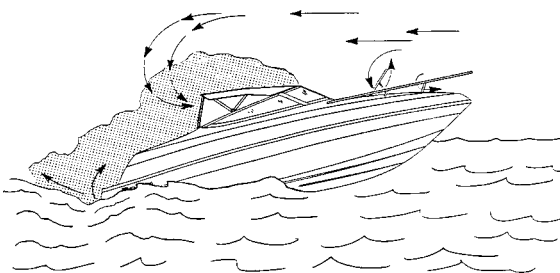

Figure B10: Inefficient trim angles.
1. Inefficient trim angle. See Figure B10.